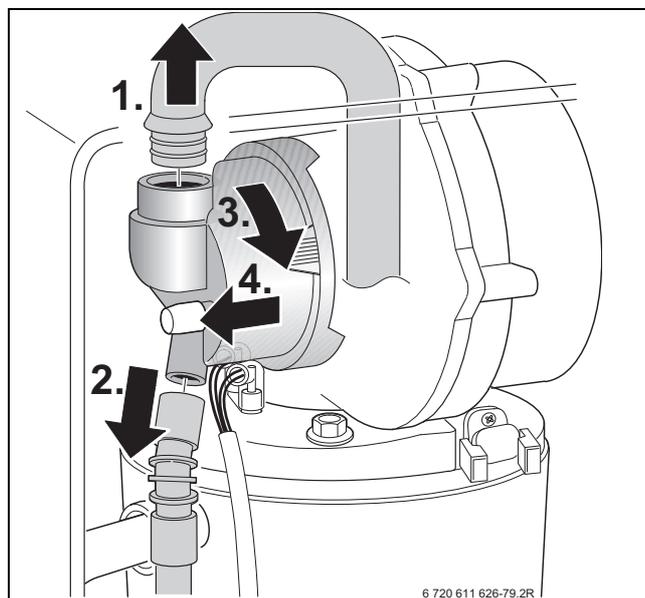
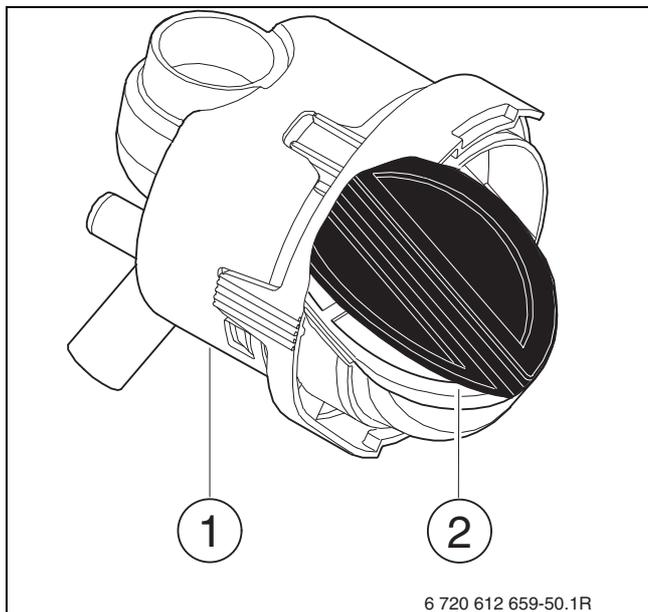

Fig. 53
Fig. 61
- ▶ Smontare il miscelatore (per le operazioni appena descritte seguire le fasi indicate nella fig. 53).
- ▶ Smontare il miscelatore aria/gas (fig. 61, [1]) seguendo la procedura come da fig. 53, pag. 53.